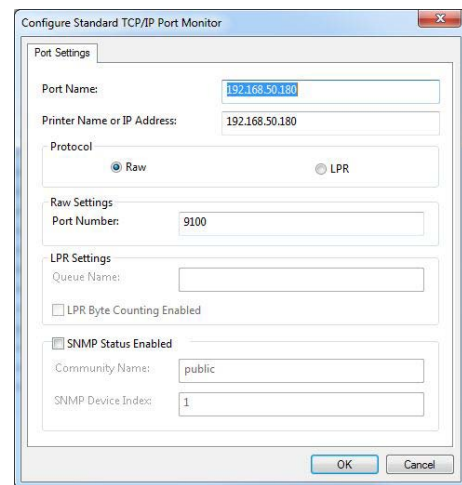

Abbildung 45: Benutzerdefinierte Einstellung
- Geben Sie bei "Portnummer" die selbe Nummer ein, die auch im Drucker eingestellt ist. Stellen Sie das Protokoll auf "RAW" Dann klicken Sie auf "OK". (Siehe Abbildung 45. Diese Abbildung zeigt nur eine Beispielhafte IP Adresse. Stellen Sie sicher dass Sie die richtige IP Adresse ihres Druckers eingeben).